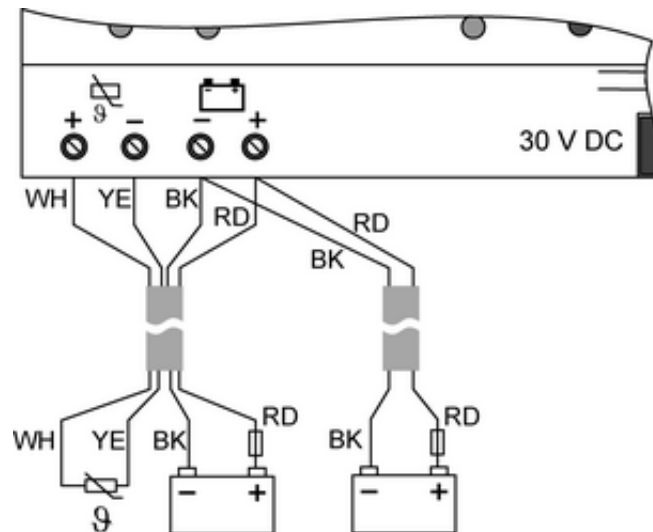

Figure 4: Raccordement de deux accus > 5 Ah avec faisceau de câbles à 4 et 2 fils
**Raccordement de deux accus d'une capacité > 5 Ah (figure 4)**